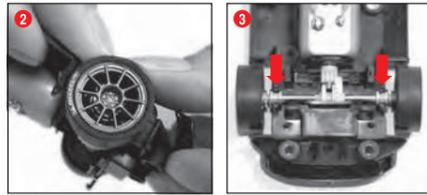

図1に示すとおり、スロットカーの上部を車台から外してください。次に軸をその支承部から押し出して(図2)、新しい軸を差入れてください。軸支承部の位置が正しいかどうか確認してください(図3)。
1 + 2 + 3 組立ての前に、接続クリップを図1に示すとおりトラックに差入れてください。次に平らな所でトラックを互いに連結します。図2に示すとおり、接続クリップはカチッと音が鳴って係合するまで矢印の方向に動かしてください。接続クリップは事後差し入れも可能です。接続クリップは深合突起を両方向に押し下げると、簡単に取り外せます(図3)。
- 1 ガイドキールは、図1に示すとおり、支持部から丁寧に取り出してください。